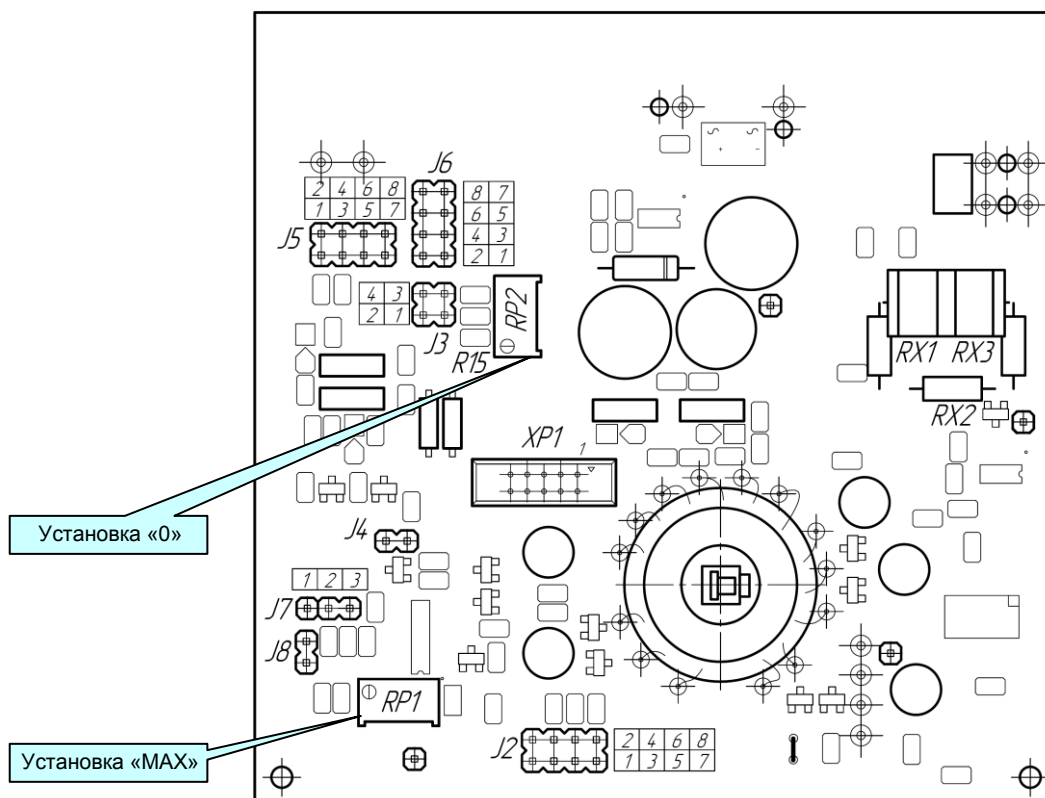

Рисунок 5.1.1 - Схема расположения органов регулирования и элементов настройки ПНС-12
5.1.6 Для переналадки блока на другие входные/выходные сигналы используйте рисунок 5.1.1 и таблицы 5.1.1 и 5.1.2.
5.1.7 Время преобразования для преобразователя ПНС-12 с заводской установкой равно 6 секундам - это максимальное время, необходимое для преобразования значения входного сигнала при резком его изменении (во весь диапазон шкалы - от 0% до 100% или наоборот). Если нужно перенастроить данное время нужно изменить положение переключателей J7 и J8 (см. рисунок 5.1.1) в соответствии с таблицей 5.1.3.